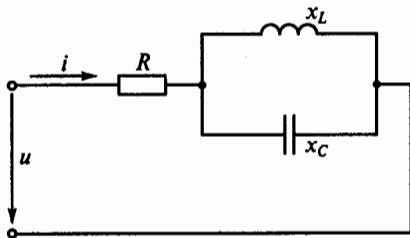

Рис. 98
**3.54.** Чему будет равен ток в неразветвленной части цепи на рис. 98, если напряжение  $u = 100\sqrt{2} \sin \omega t$ , а сопротивления  $R = x_L = x_C = 10$  Ом?